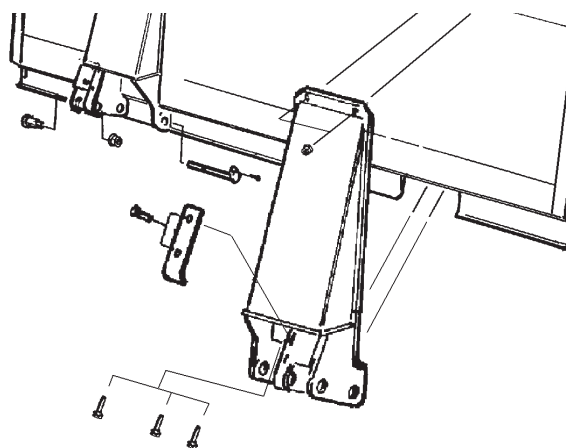

Figura 23. Montaje de puente de aluminio
1. Atornillar los soportes del puente de acero al puente, introducir los ejes y fijar estos con tornillos de bloqueo. Luego puede atornillar el brazo primero y los cilindros del brazo segundo al puente. Véase la Figura 23.